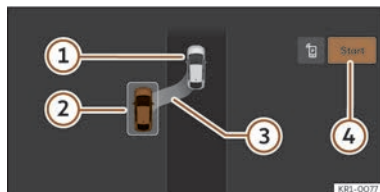
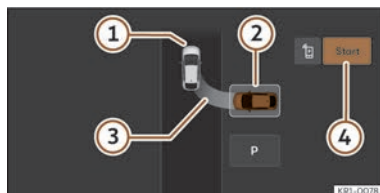

Fig. 159 Pe afișajul sistemului Infotainment: poziție de parcare paralelă.
Fig. 160 Pe afișajul sistemului Infotainment: poziție de parcare spațiu de parcare transversal.
>>> **fig. 159**, >>> **fig. 160**
- ① Autovehiculul dvs.
- ② Loc de parcare detectat
- ③ Indicație care prezintă manevra de parcare propusă
- ④ Începerea manevrei de parcare
• Priviți afișajul ecranului sistemului Infotainment pentru a vedea dacă a fost detectat un loc de parcare „corespunzător” și dacă autovehiculul a ajuns în poziția corespunzătoare pentru parcare >>> **fig. 159**, >>> **fig. 160**. Oprțiți autovehiculul și urmați instrucțiunile afișate pe ecranul Infotainment.
• Oprțiți autovehiculul, apăsați frâna și, după o scurtă pauză, apăsați butonul **Start** ④ din sistemul Infotainment.